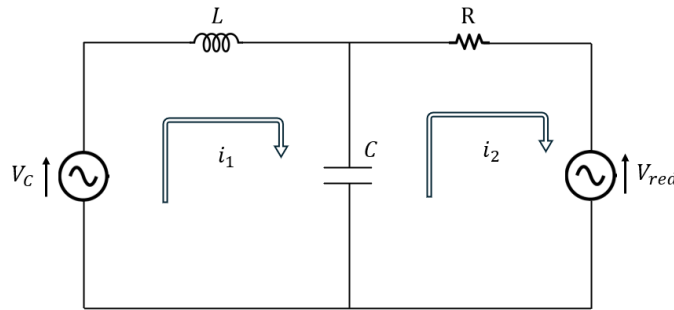

Figura 1: Sistema de generación conectado mediante filtro LCL a la red.
- (a) Escriba las ecuaciones de estado del sistema de la Figura 1 identificando todas las matrices. Encuentre los valores propios actuales del sistema.